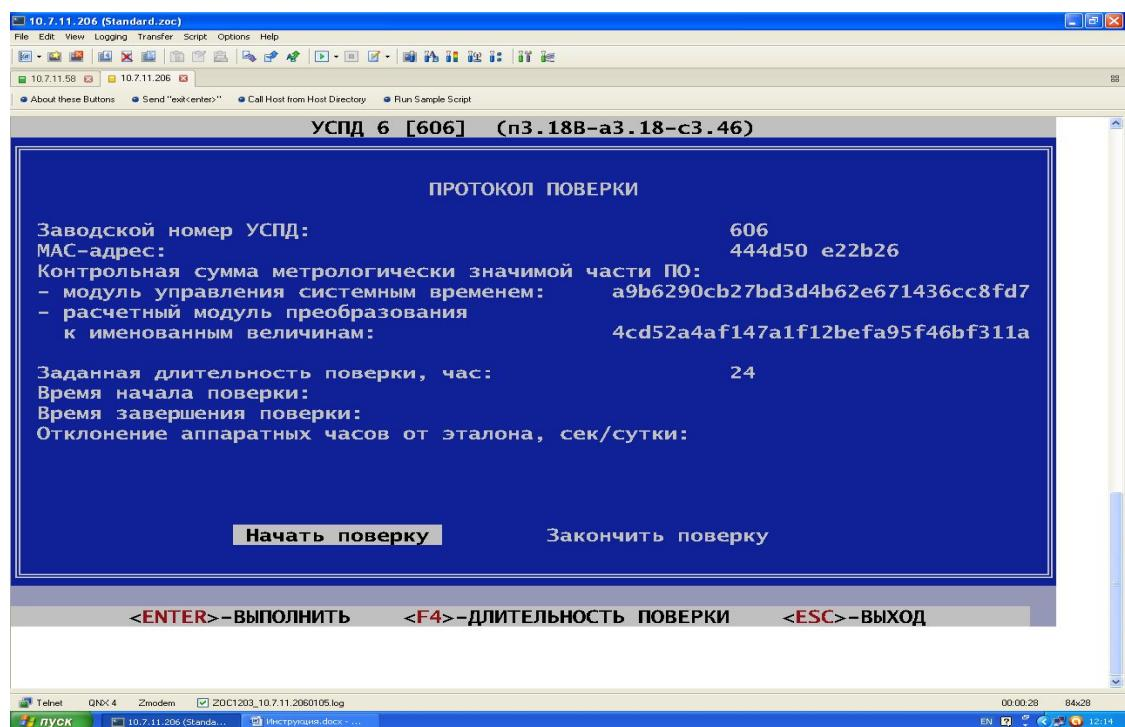

Рисунок 2
6.3.6. Прочитать и записать в протокол поверки контрольные суммы метрологически значимых частей ПО (см. рисунок 2.) и сличить их с записями в формуляре на RTU-325S. При периодической поверке прочитать и записать в протокол данные по предыдущей поверке: время проведения и абсолютную погрешность хода внутренних часов за сутки.